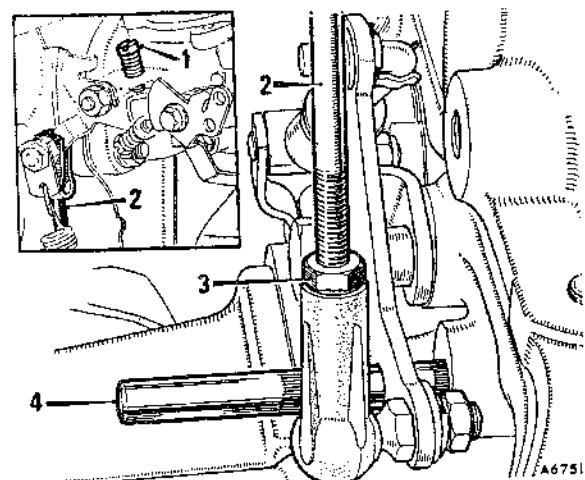

Fig. Fa.3
- (16) Hacer marchar el coche hasta su temperatura normal de funcionamiento.
- (17) Soltar del carburador la varilla de mando del regulador.
- (18) Con el carburador bien regulado, ajustar el tornillo de reglaje de la aceleración para que dé un ralentí de 650 r.p.m. leído en el tacómetro.
- (19) Pasar una varilla de 6,4 mm de diámetro por el orificio de la palanca acodada de la varilla del regulador y en el agujero del cárter de la transmisión (Fig. Fa.3).
- (20) Aflojar la contratuerca (3) (Fig. Fa.3) y ajustar la longitud de la varilla para que se adapte al variado del carburador en la posición de marcha lenta.
- (21) Reconectar la varilla de mando del regulador con el carburador. Apretar la contratuerca de la junta de rótula y quitar la varilla de comprobación de la palanca acodada.